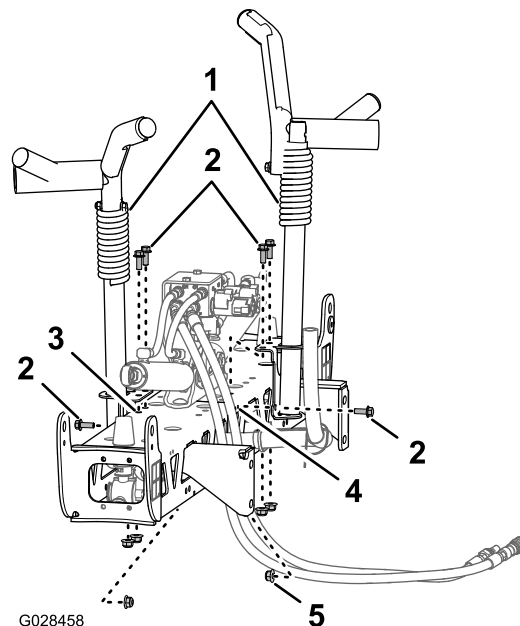
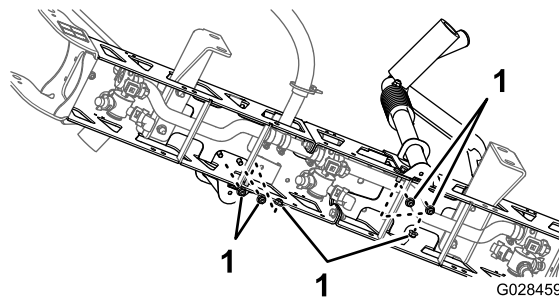

図 37
図 38
2. 移動走行用ブームクレードルをセンターブームに合わせる (図 37)。
3. ボルト $\frac{3}{8}$ x 1"6本とフランジナット $\frac{3}{8}$ "を使用して、クレードルをブームに固定する図 37と図 38。